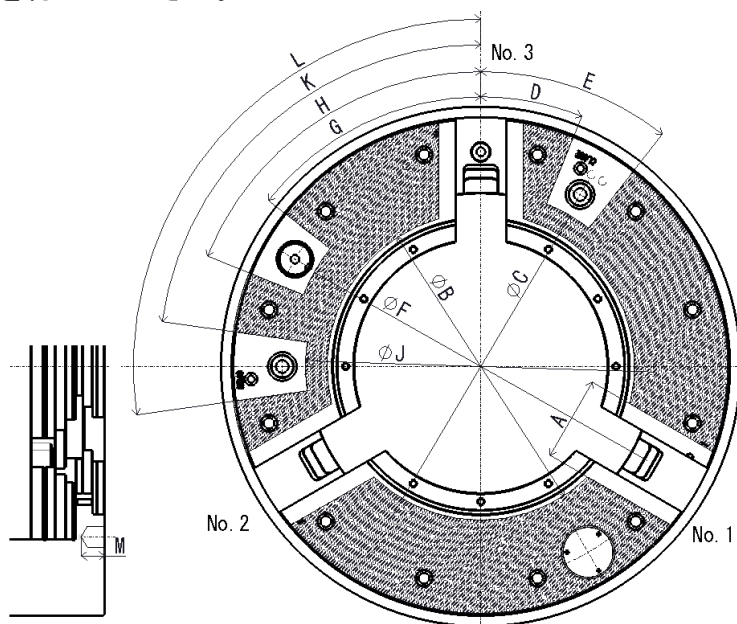

図 12
- ・ チャックボデー表面にロケータや治具を取り付ける場合は、図 12 に示す追加工範囲内にタップまたは穴明けを行ってください。